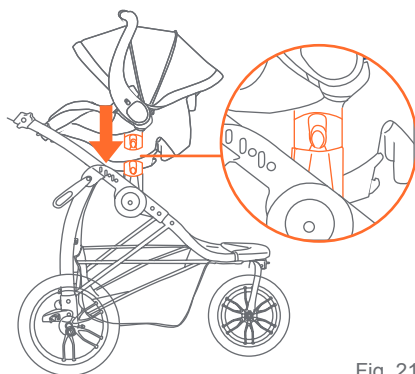

Fig. 21
21) • Fixez le siège d'auto alignant les dispositifs d'ancrage situés sur les côtés du siège d'auto avec les dispositifs d'ancrage sur le cadre de la poussette, et poussez-les ensemble jusqu'à ce qu'ils se mettent en place solidement à l'aide d'un clic (Fig. 21).